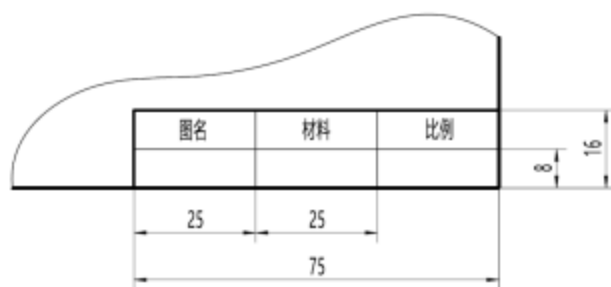

图 3 标题栏示例
5. 参考图 3 绘制并填写标题栏（零件名称：轴承座；材料：45#）。